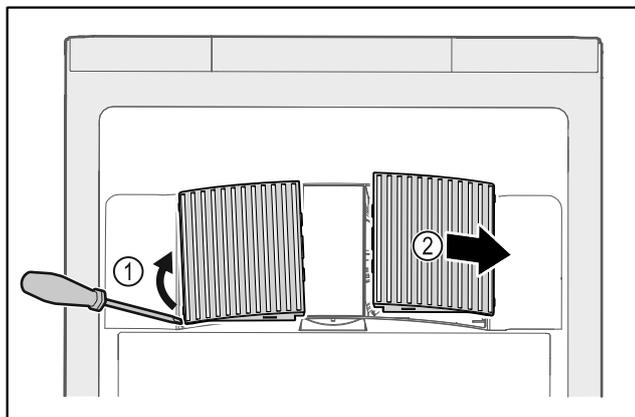

Fig. 154
- ▶ Ventilatorabdeckungen vorsichtig von der Seite heraushebeln Fig. 154 (1) und nach vorne abnehmen Fig. 154 (2).